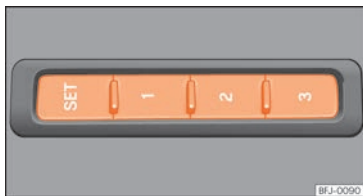

Fig. 76 En el lateral exterior del asiento del conductor: teclas de memoria.
- Pulse la tecla **SET** durante más de 1 segundo »» **fig. 76**.